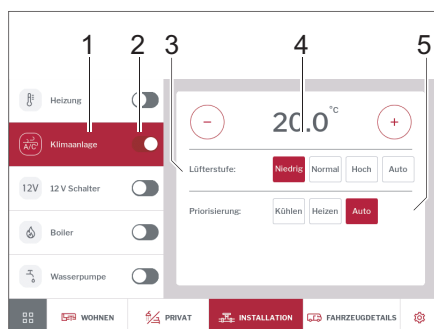

Fig. 266 Impianto di climatizzazione
- Accendere o spegnere l'impianto di climatizzazione con l'interruttore a scorrimento (Fig. 266,2).
- Digitare il pulsante *Impianto di riscaldamento* (Fig. 266,1). Viene visualizzato il pannello di comando per l'impianto di climatizzazione.
- Impostare la temperatura desiderata del vano di abitazione con i tasti + e - (Fig. 266,4).
- Impostare la priorità desiderata (raffreddamento/riscaldamento/modalità automatica) (Fig. 266,5).
- Selezionare il livello del ventilatore (Fig. 266,3).